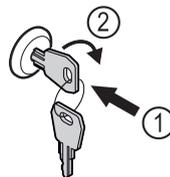

Fig. 104
- ▶ Вставьте ключ Fig. 104 (1).
- ▶ Поверните ключ на 90° по часовой стрелке Fig. 104 (2).